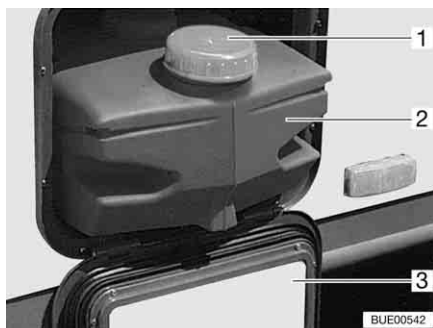

Bild 162 Vattentank 22 l
Vid transport av vattentanken: stäng den med locket (Bild 162,1).
- Öppna serviceluckan (Bild 162,3) (se kapitel 6).
- Drag ut vattentanken (Bild 162,2).
- Drag ut vattentanken (Bild 162,2) och töm den.